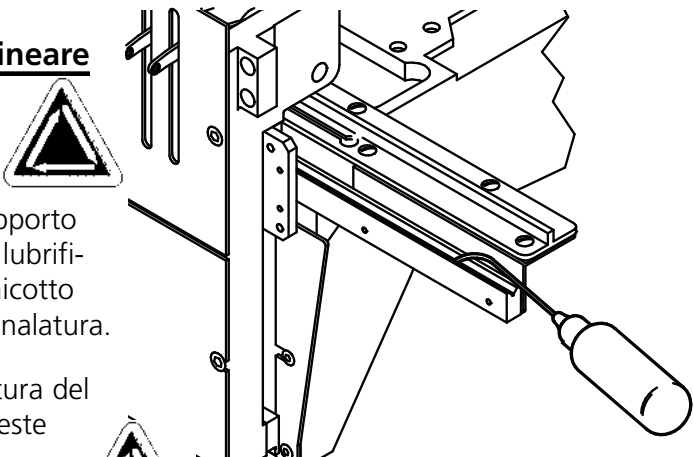

Figura 5-7
2. Figura 5-7 mostra la scanalatura del supporto con i quadri tolti. Introducete il tubo di lubrificazione attraverso l'apertura con il manicotto rosso per ottenere accesso a questa scanalatura.